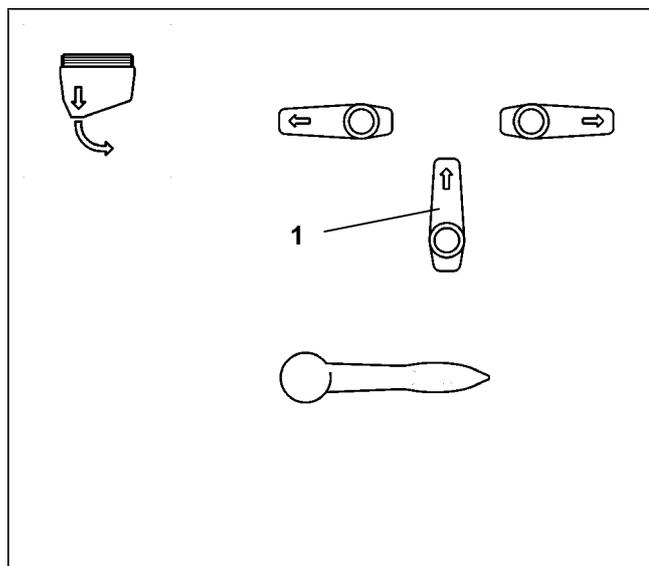

Fig. 7.12
- Den Mehr-Wege-Umschalthahn (7.10/1) entsprechend Fig. 7.12 zurückschwenken.